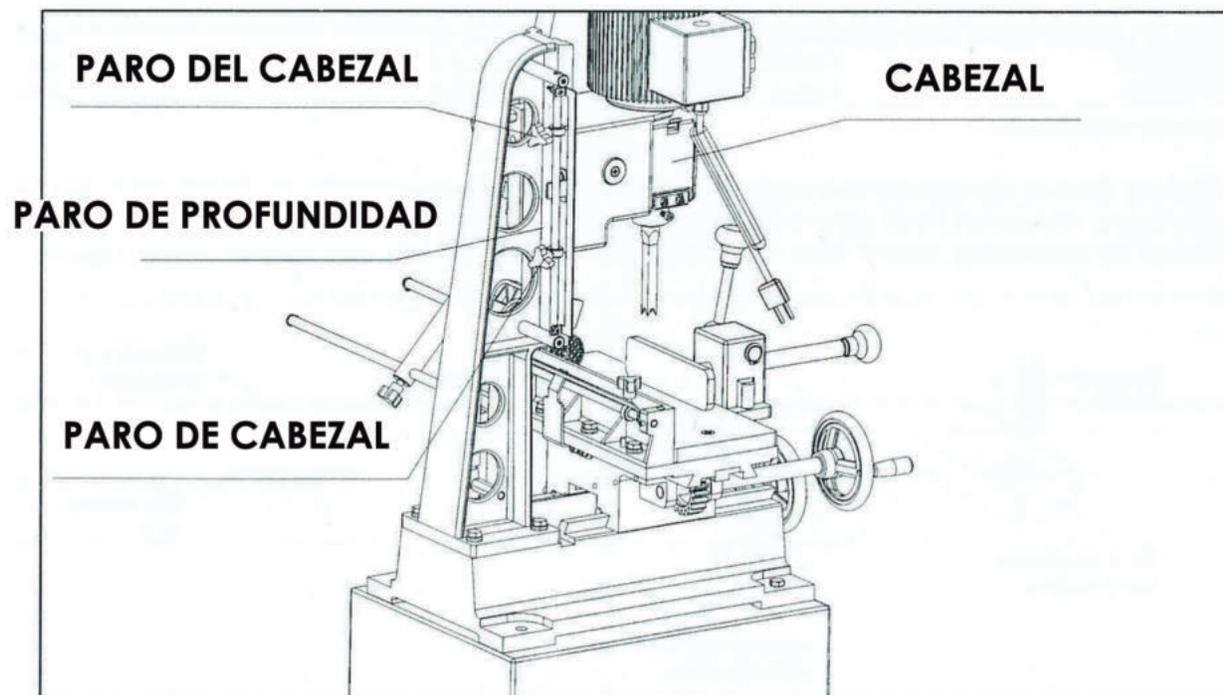

FIGURA 4
1. Ajuste el tope de profundidad a la profundidad de corte requerida. Ver la figura 4.